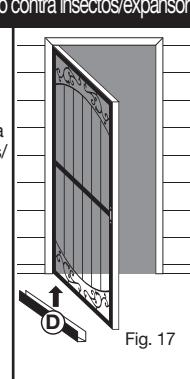

Fig. 17
Fig. 17 - Con la puerta abierta, encaja la barra del guardapolvo contra insectos/expansor (D) en la parte inferior de la puerta. Cierra la puerta y coloca la barra del guardapolvo contra insectos/expansor de tal manera que encaje bien en el umbral pero no restrinja el movimiento de la puerta. Desde el interior de la puerta, taladra orificios de 1/8" a través de la barra del guardapolvo contra insectos/expansor y sujetala a la puerta con los tornillos num. 6 x 1/2" incluidos.